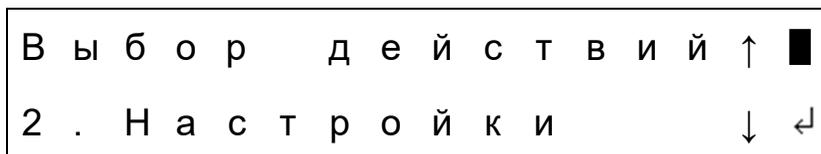

Рисунок 2 — Главное меню (действие — «Настройки»)
6.2.1.4 При нажатии кнопок  или  на дисплее должны поочередно отображаться пункты главного меню (рисунок 2).